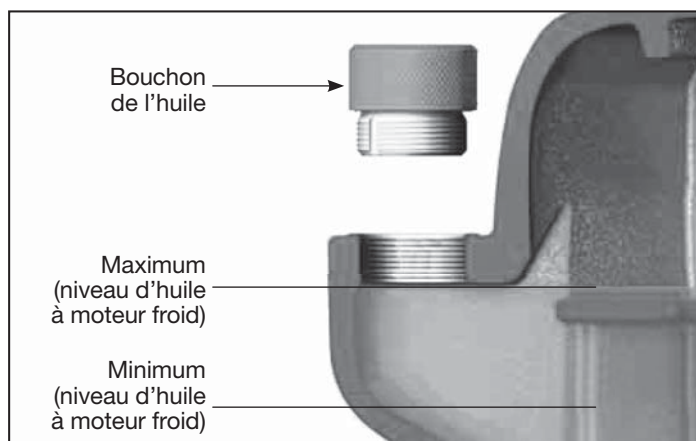

Figure 7 - Niveau d'huile
Avant de faire fonctionner le compresseur, vérifier le niveau d'huile (voir Figure 7).
VÉRIFICATION DU NIVEAU D'HUILE (Voir la Figure 7)
5. Si nécessaire, faire déborder l'huile du même type et de la même marque jusqu'au niveau maximum (voir la figure 7 et la section sur la lubrification).
1. Vérifier le niveau d'huile (voir la Figure 7).